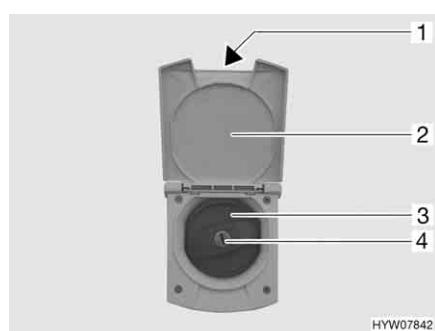

Fig. 26 Sportello e coperchio per bocchettone di riempimento dell'acqua potabile
- Afferrare l'impugnatura concava (Fig. 26,1) dello sportello esterno (Fig. 26,2) e ruotare lo sportello verso l'alto (Fig. 26).
- Inserire la chiave nel cilindro della serratura (Fig. 26,4) e ruotare in senso antiorario.
- Svitare il coperchio (Fig. 26,3).
- Avvitare il coperchio (Fig. 26,3) sul bocchettone di riempimento dell'acqua potabile.
- Abbassare lo sportello esterno (Fig. 26,2) e chiuderlo premendo.